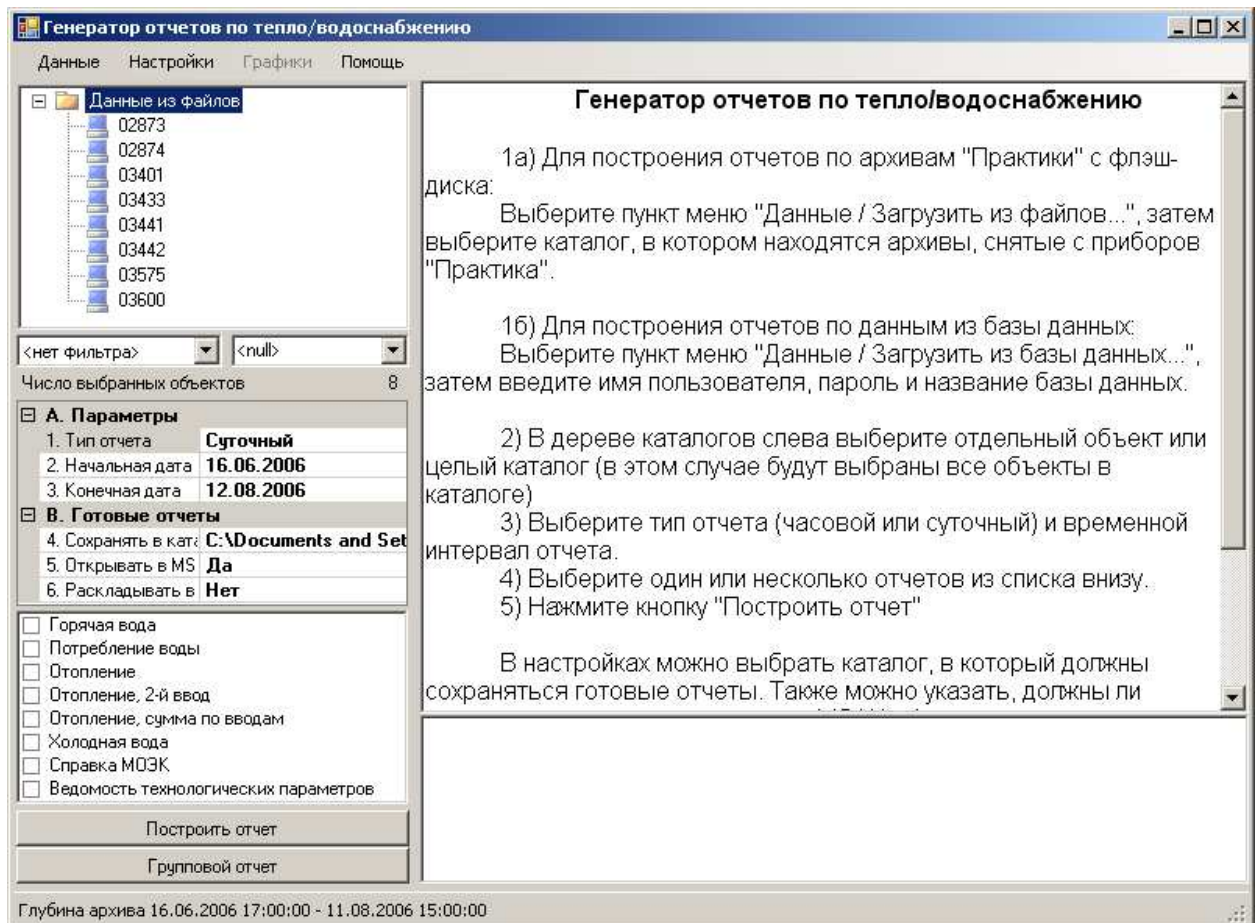

Рисунок 4
4.5 После этого главное окно программы примет следующий вид (рис. 4):